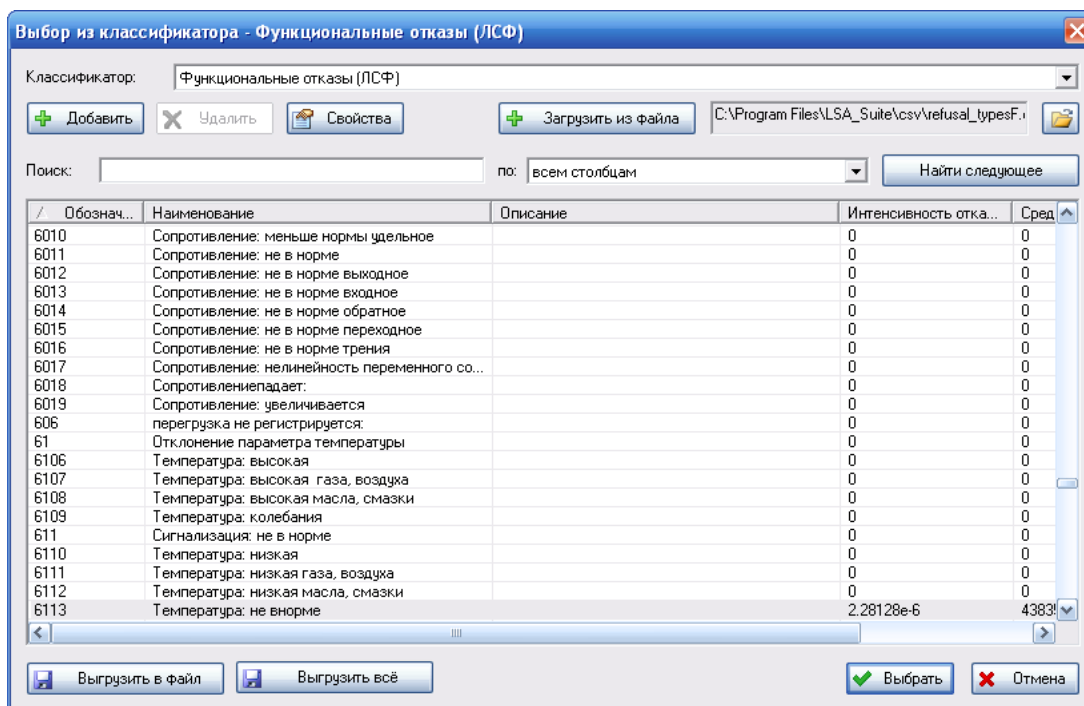

Рис. 7-21
1. Нажмите на кнопку , расположенную справа от поля **Наименование**. В результате появится диалоговое окно **Выбор из классификатора – Функциональные отказы (ЛСФ)** (рис. 7-21).